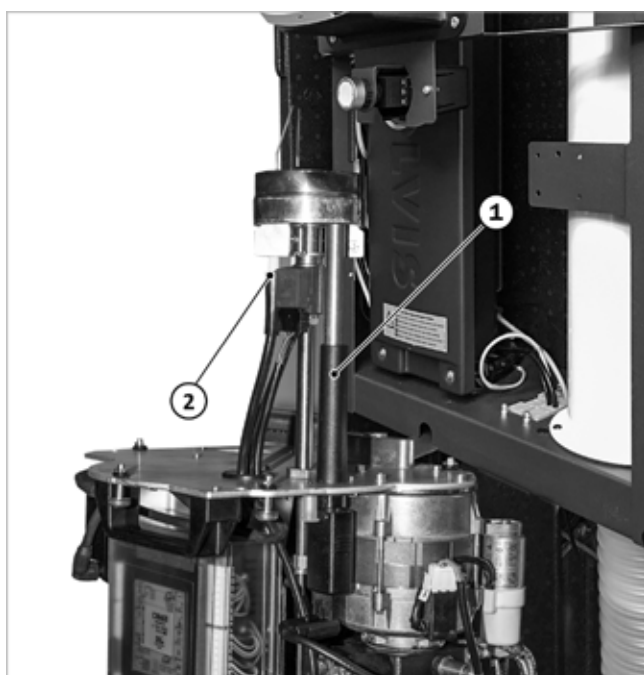

Fig. 138: Aggancio del bruciatore alla console
- Estrarre la boccola di ispezione, vedere → Fig. 138 (1).